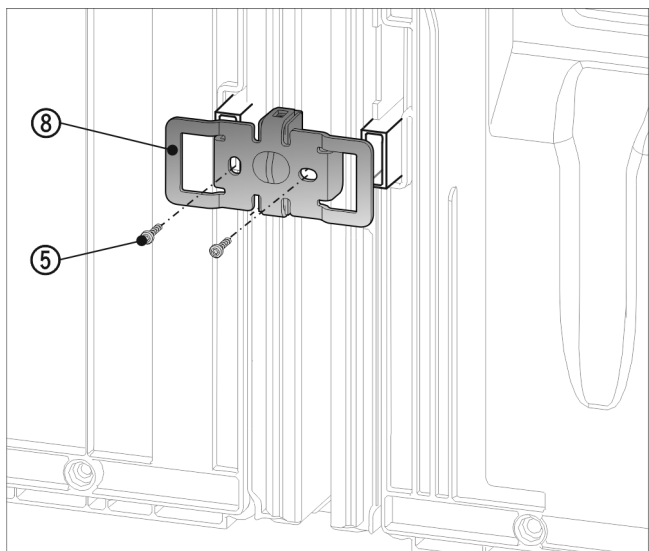

Fig. 23
- Spingere di nuovo la squadretta Fig. 23 (8) con gli incavi sull'alloggiamento per i distanziatori a parete.
- Avvitare saldamente con 2 viti Fig. 23 (5).